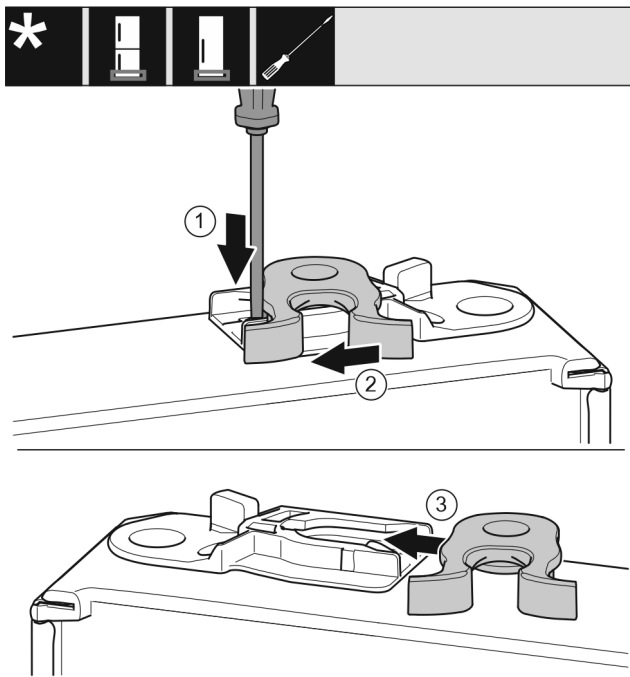

Fig. 18
- ▶ Tryck ner skenan Fig. 18 (1) med spårskruvmejsel.
- ▶ Dra stängningskroken Fig. 18 (2) ur styrningen.
- ▶ Skjut in stängningskroken Fig. 18 (3) på styrningens andra sida.